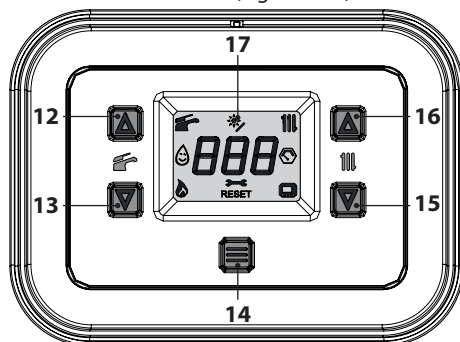
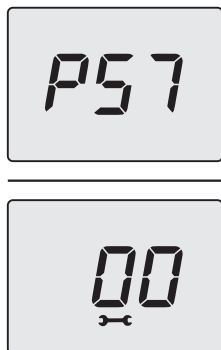

Figura 5.24
Figura 5.28
- Entrare in "modalità programmazione" premendo contemporaneamente per 5 secondi i tasti 13 e 15 (Figura 5.24) fino a far apparire sul display LCD le lettere **HiS** che indicano il menu
- Premere per 1 sec. il tasto 14 (Figura 5.24) per entrare nel parametro selezionato. Il display visualizzerà quanto segue (Figura 5.28).
- Premendo il tasto 14 (Figura 5.24) si ottiene la conferma del valore inserito. Il display visualizza
- Premendo contemporaneamente i tasti 13 e 15 (Figura 5.24) si esce senza modificare il valore (ritorno al livello precedente).
- tenere premuti contemporaneamente i tasti 13 e 15 per 5 sec. (Figura 5.24) (ritorno al livello precedente).